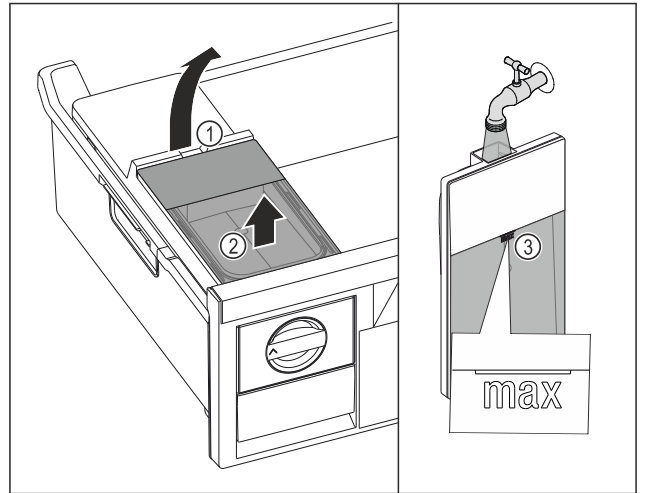

Fig. 128
- ▶ 从凹槽 Fig. 128 (1) 抬起水箱。
- ▶ 向上取出水箱。 Fig. 128 (2)
- ▶ 向水箱注入饮用水，直至标记 Fig. 128 (3)。